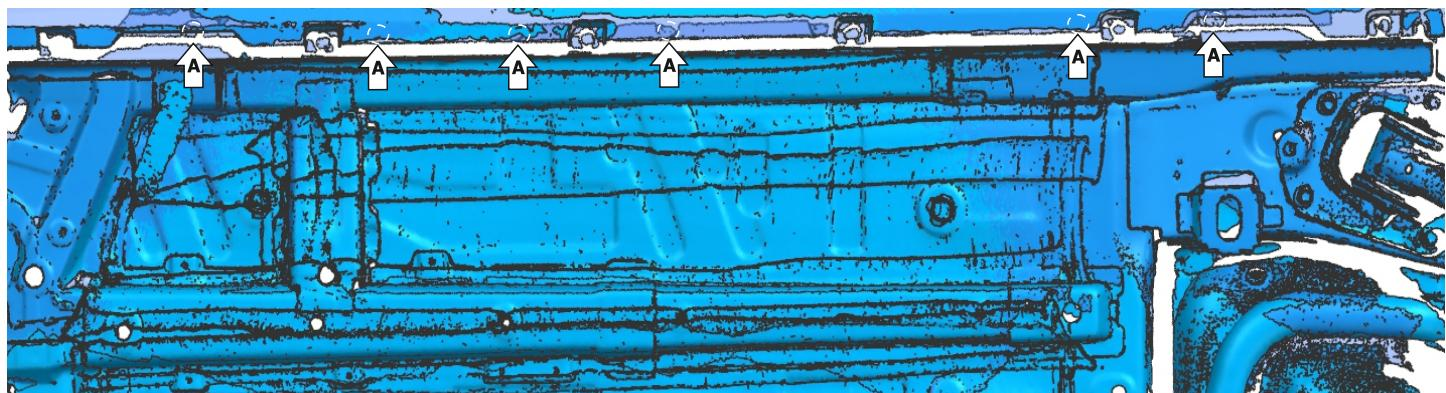

Рис. 1
- Снять штатный порог. Извлечь заглушки из днища в указанных точках «А» как показано на Рис. 1